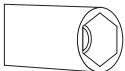

Figura 3
1. Utilice una herramienta con un cabezal especial para quitar e instalar la boquilla como se ve en (Figura 3)